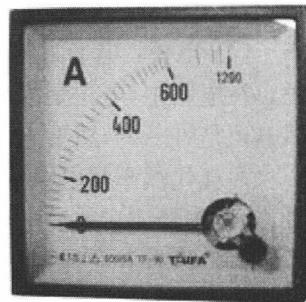

图 1-1-2 电流表
(5) 电流的测量：测量仪器——电流表，指针式电流表如图1-1-2所示。